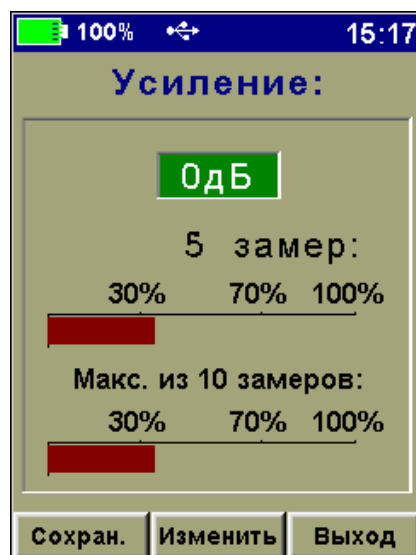

Рисунок 18
3.7.3 «**Усиление**» - установка необходимого усиления входного сигнала. Нажатием программной кнопки «**Изменить**» осуществляется переход в меню определения текущего уровня сигнала и изменения коэффициента усиления (рис. 18).